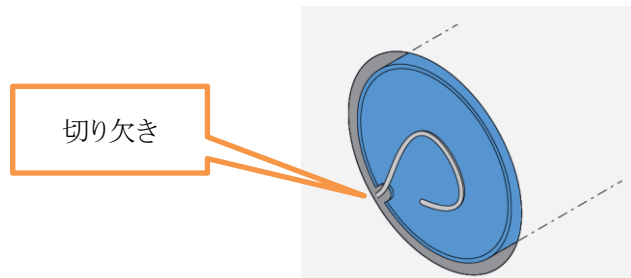

図 4-6
- a. スリーブには配線用の欠き込み部分を通して配線します。(図 4-6 参照)